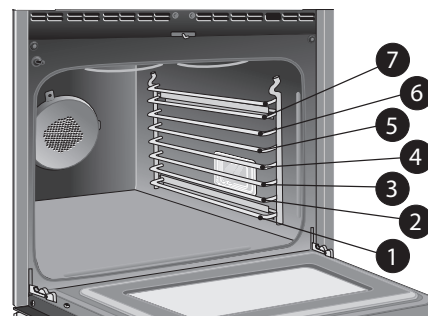
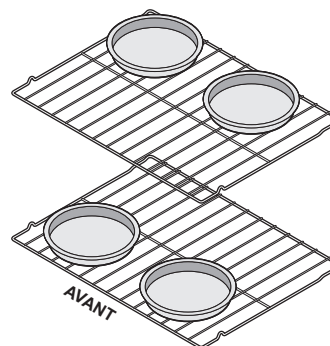

Figure 16 : Positions des grilles
Figure 17 : Espacement des plats
- Pour obtenir de meilleurs résultats lorsque vous utilisez deux grilles pour la cuisson de gâteaux, placez ces dernières aux positions 6 et 1 (Figure 16) et placez les moules comme illustré à la Figure 17.